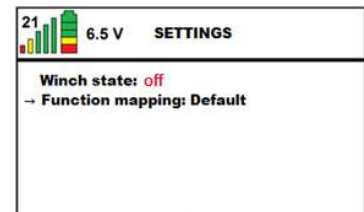

Figure: 16
- Ensuite, ouvrir **settings** en appuyant sur la touche (✓) et en parcourant vers la **function mapping** avec la touche (▼). (Voir Figure 16).
- Mettez ensuite la fonction sur **custom** à l'aide de la touche (►). (Voir Figure 16).